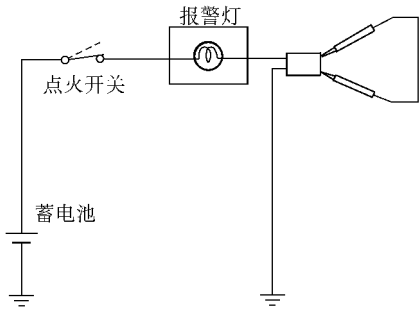

图 18-132 检查报警系统
(1) 检查报警灯。从液位报警开关（如停车制动开关）脱开接插件，用导线连接液位报警开关的配线侧接插件的端子，将点火开关置于 ON 位置，如图 18-132 所示。检查报警灯是否点亮。